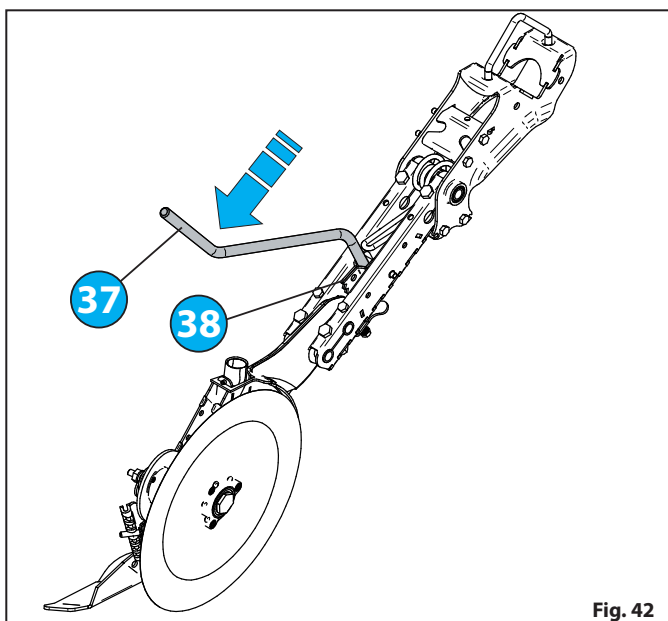

Fig. 42
- Dźwignię **37** dostarczoną jako wyposażenie siewnika, wprowadzić na pierścień **38** "Fig. 42".
- Popchnąć dźwignię **37** w dół, aby **ZWIĘKSZYĆ** głębokość wysiewu "Fig. 42".
- W celu **ZMNIJSZENIA** głębokości wysiewu, wprowadzić dźwignię regulacyjną **37** na pierścień **38** "Fig. 42".